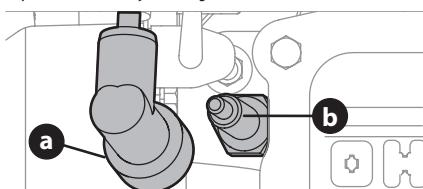

Figura 10
- Retire la funda de la bujía (a) y utilice una llave para bujías para extraer la bujía (b) (Figura 10).